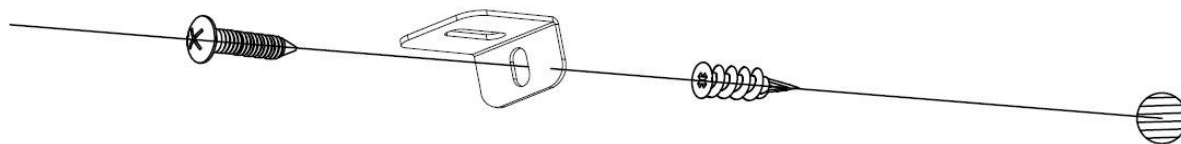

Fig 3-3
Installeer het plastic muuranker (C) in de gipsplaat. Steek de langere schroef (B) in het gat in de L-beugel en vervolgens in het muuranker om te voorkomen dat de haard loskomt van de muur. (Afb. 3-3)